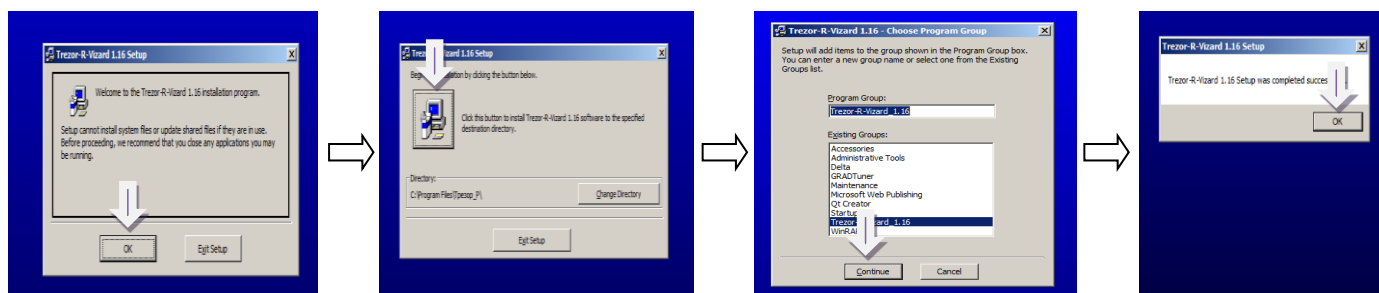

Рис.2
4.1.1. Скопируйте папку с установочными файлами программы на свой ПК. В папке запустите файл setup.exe – начнется процедура установки программы. В процессе установки укажите путь к папке, в которую будет установлена программа, подтвердите установку (рис.2).